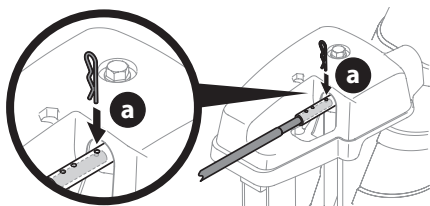

Figure 63
3. Remplacez la goupille fendue (a) dans ce trou et dans la tige de commande de la goulotte. Voir (Figure 63).
Pour activer les poignées chauffantes, placez l'interrupteur situé sur (a) ou à l'arrière (b) du tableau de commande à la position MARCHÉ (ON). Voir Figure 63. Placez l'interrupteur à la position ARRÊT (OFF) pour que les poignées ne chauffent plus.